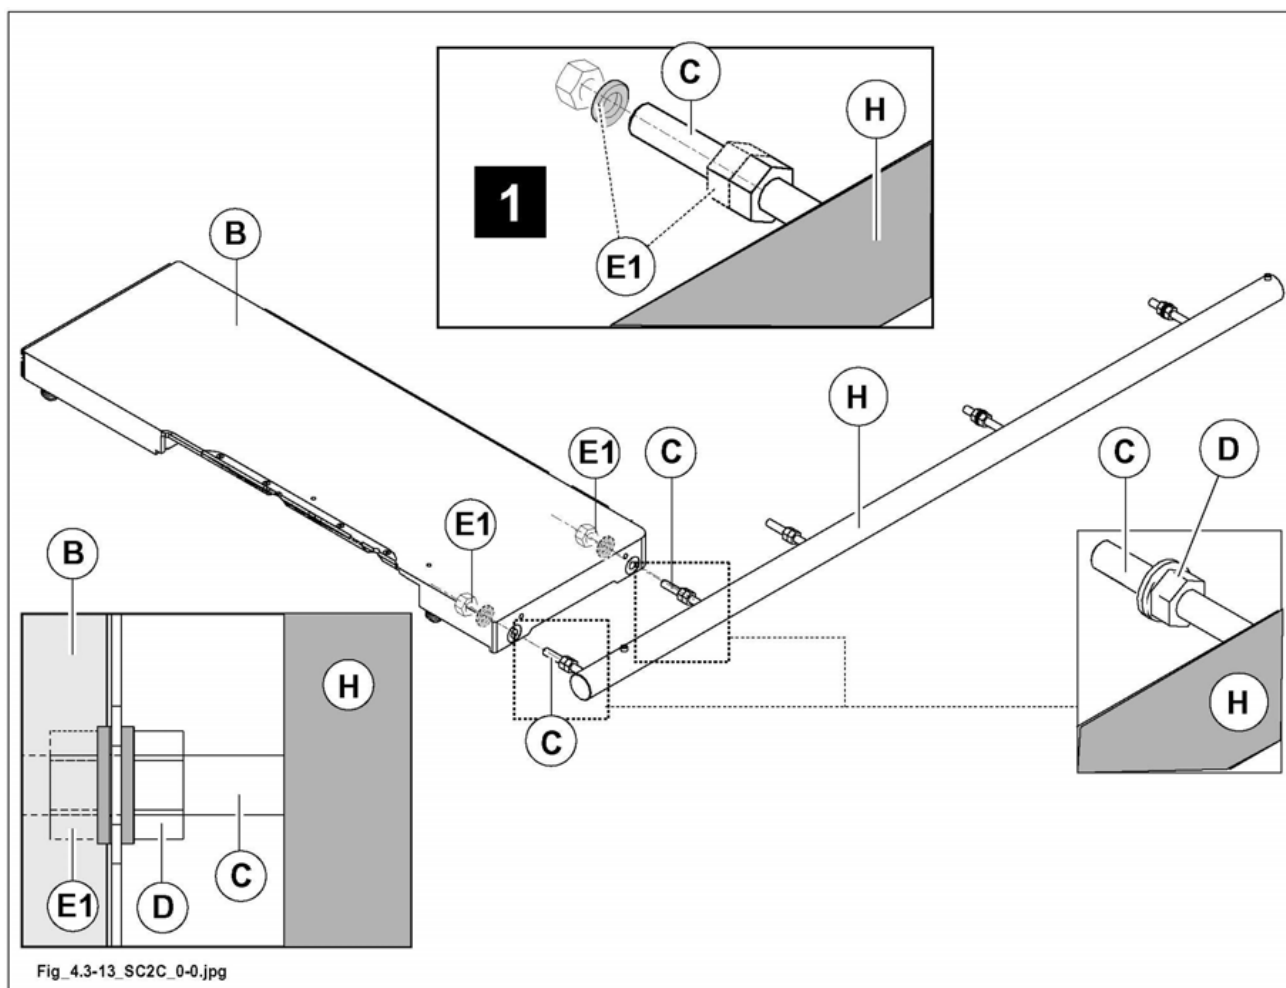

Abb. 4.3-13
Die Muttern (D, Abb. 4.3-13) dürfen nicht aufgedreht werden, denn sie werden von unseren Technikern so eingestellt, dass die zylindrische Führung richtig positioniert ist, und es darf auch keine Unterlegscheibe entfernt werden.
Eine Mutter und eine Unterlegscheibe (E1, Abb. 4.3.13) lösen und von den Stiftschrauben (C, Abb. 4.3.13) der runden Stange (H, Abb. 4.3.13) entfernen (siehe Detail **1**).
- 1) Die Stiftschrauben (C, Abb. 4.3-13) in die jeweiligen Öffnungen einsetzen, sodass die Muttern (D, Abb. 4.3-13) gegen den festen Tisch (B, Abb. 4.3-13) anschlagen.
- 2) Unterlegscheibe und Mutter (E1, Abb. 4.3-14-1) auf den jeweiligen Stiftschrauben (C, Abb. 4.3-13) einsetzen.
- 3) Die Muttern anziehen (E1, Abb. 4.3-13).